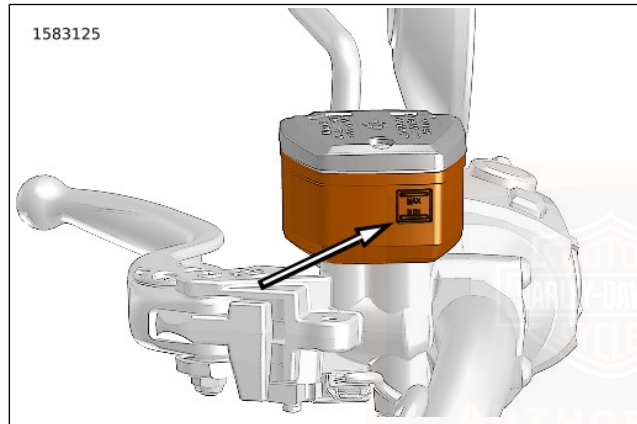

Abbildung 62. MIN-Markierung am Vorderradhauptbremszylinderbehälter
2. **Vorne:** Siehe Abbildung 62. Den Füllstand an der Seite des Vorderradbremflüssigkeitsbehälters prüfen. Füllstand muss über der Mindestmarkierung am Schauglas liegen.